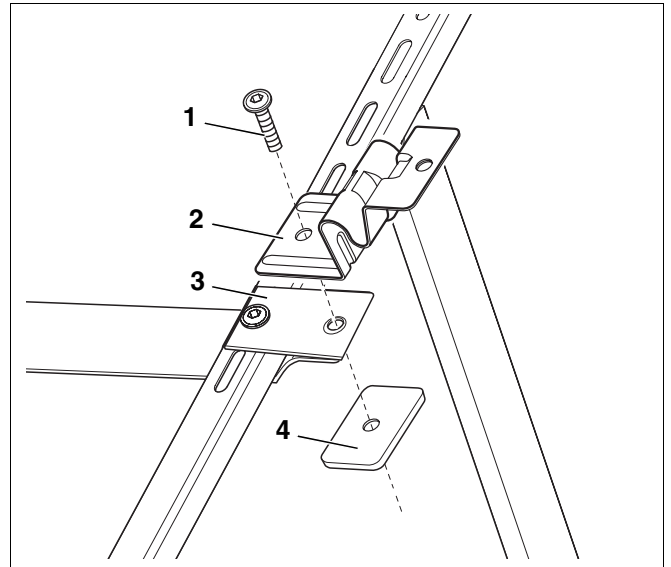

Fig. 31 Aparafusar o suporte lateral do colector nivelado com o perfil
- ▶ Aparafuse os suportes laterais do colector (Fig. 31, **Item 2**) e as cintas adicionais (Fig. 31, **Item 3**) com as placas roscadas (Fig. 31, **Item 4**).